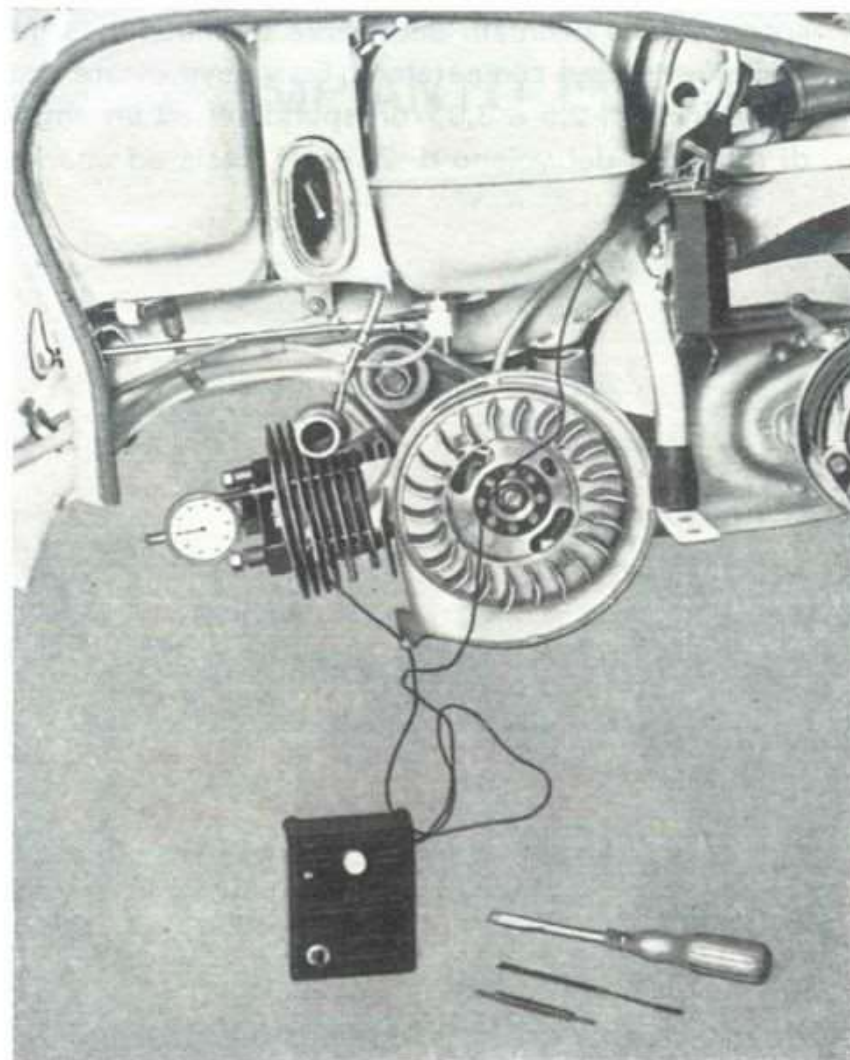

Fig. 44
- 68** Smontare la testa del motore (op. 1-2-3-5-19-20-21-22-23-24-25) e montare al suo posto l'attrezzo n. 57988 che va bloccato su due dei 4 prigionieri. Sull'attrezzo si applicherà un normale comparatore decimale. Vedi fig. 44.
Se la chiusura dei contatti avvenisse fuori dell'intervallo predetto, si smonti il volano, si allentino le viti di fissaggio e si ruoti leggermente la piastra porta indotti in senso antiorario per accensione ritardata e in senso orario per accensione anticipata, fino a riportare l'apertura dei contatti nell'intervallo voluto. Vedi fig. 44.